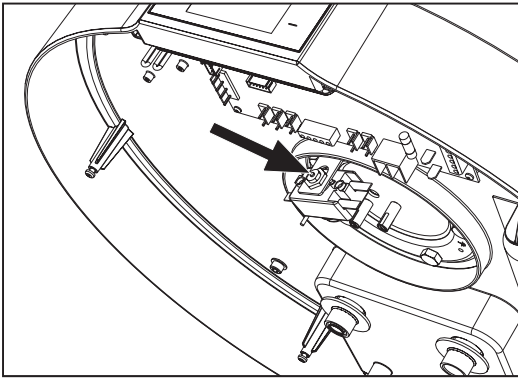

fig. 44 Réinitialisation du thermostat de sécurité
- Retirez le panneau avant et réinitialisez manuellement le thermostat de sécurité déclenché (fig. 44). En cas d'intervention, la broche centrale du thermostat sort d'environ 2 mm.